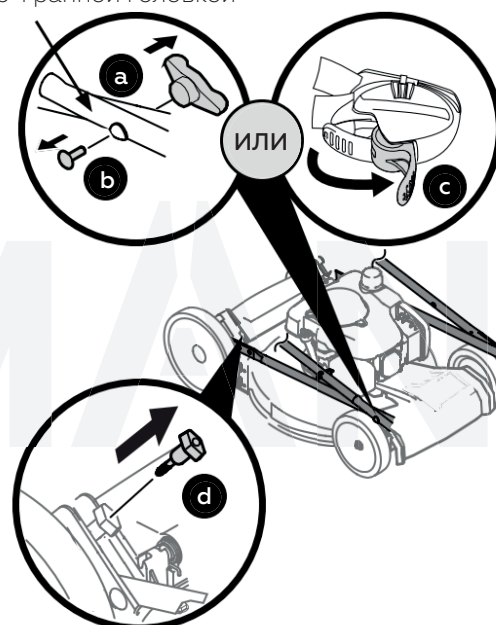

Рис. 6
1. Удалите гайки-барашки (a) и болты крепления (b) из рукоятки или, если косилка оборудована рукояткой управления фиксаторами (с), то перейдите к пункту 2 (рис. 6).
2. Удалите болты (d) из кронштейнов рукоятки (рис. 6).